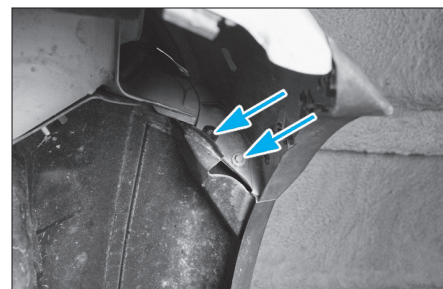

FIG. 111
- De chaque côté, déposer les vis latérales (Fig.111).